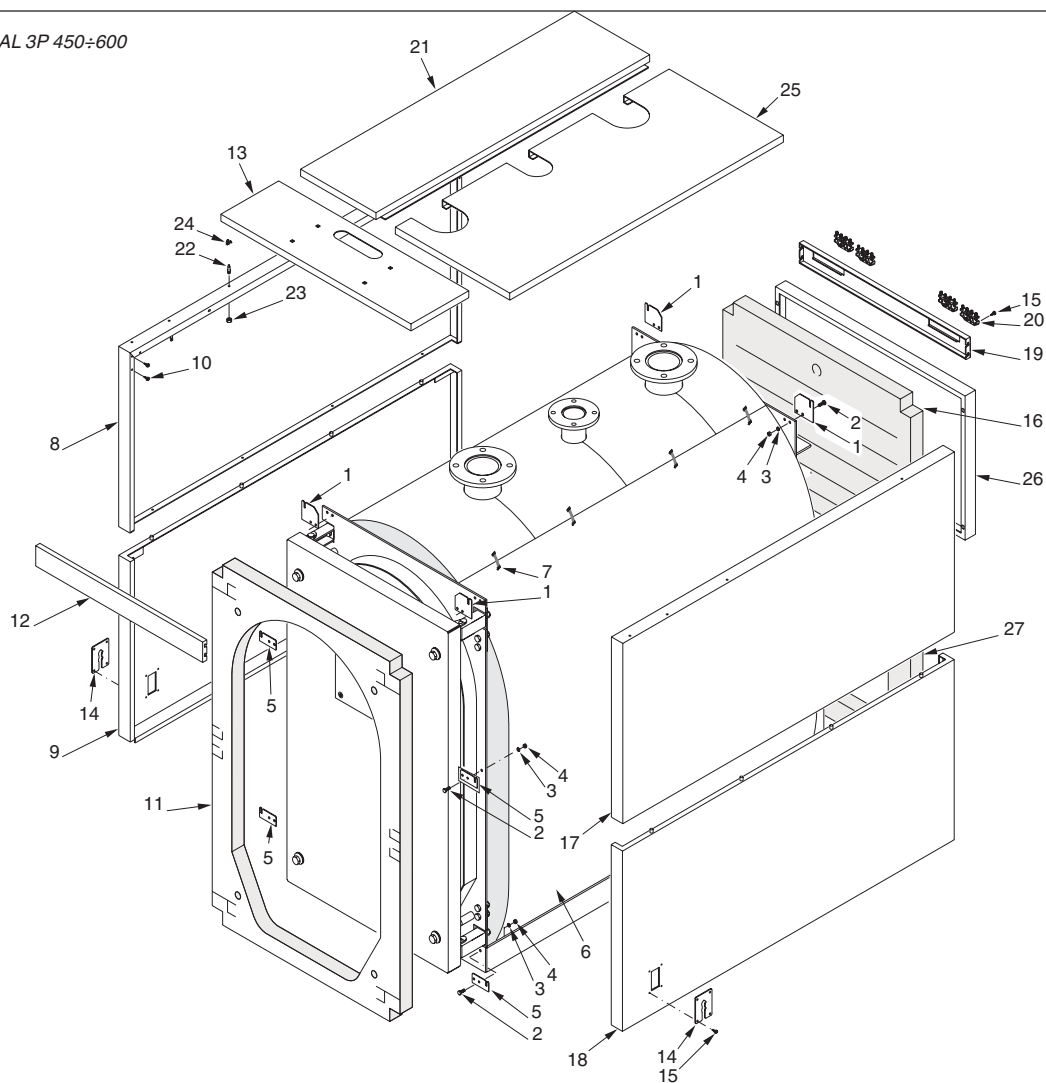

fig. 12
G) Insérer dans le doigt de gant supérieur les bulbes des sondes de régulation comme indiqué sur la fig. 12 et effectuer ensuite les raccordements électriques (alimentation 230V - 50Hz, brûleur, pompes....). Fermer le tableau.
H) Monter le calorifuge arrière (pos. 10) et fixer le panneau arrière inférieur (pos. 11).
I) Fixer les 4 serre-câbles (pos. 12) sur les 2 côtés 3 et 4 en partie arrière interne. Bloquer les câbles qui sortent sur le côté arrière de la chaudière au moyen des serre-câbles en serrant avec modération.
Séquences de montage de la jaquette pour les modèles TRISECAL 3P 450 et 600 (fig. 12 et 13).